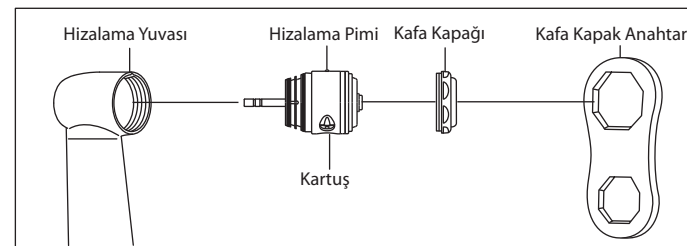

Fig. 7
- Kafa kapağını monte ediniz. (Fig. 7)